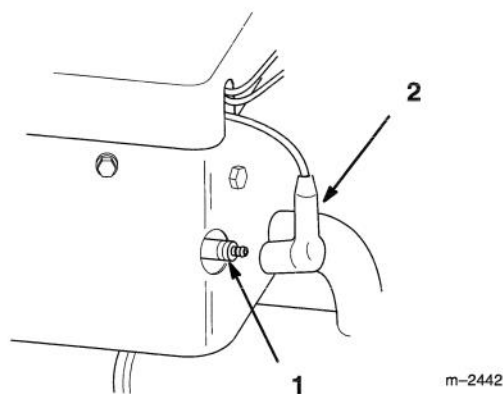

Figure 21
3. Débrancher le(s) fil(s) de la/des bougies (Fig. 21). Nettoyer tout autour des bougies pour éviter l'introduction de saleté dommageable pour le moteur.
3. Reconnecter les fils des bougies (Fig. 21).